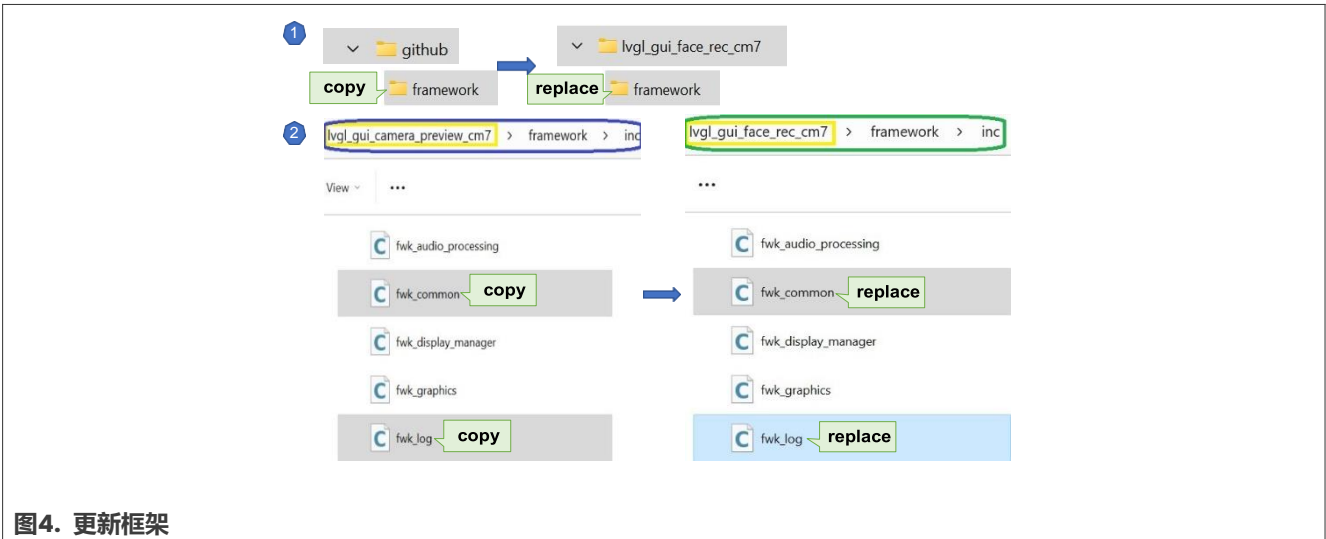

图4. 更新框架
- 将框架文件夹替换从GitHub上复制的V1.1.2，但inc\下的fwk_log.h和fwk_common.h文件除外，因为它们已根据应用笔记系列进行了修改。这些操作如图4所示：